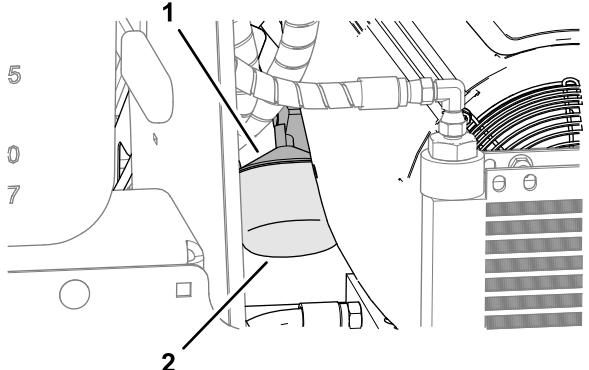

Figure 73
- Déposez le filtre à huile du moteur (Figure 73).
- Vissez le filtre à huile neuf sur l'adaptateur du moteur (Figure 73) jusqu'à ce que le joint touche l'adaptateur, puis serrez encore le filtre de 1/2 à 3/4 de tour.